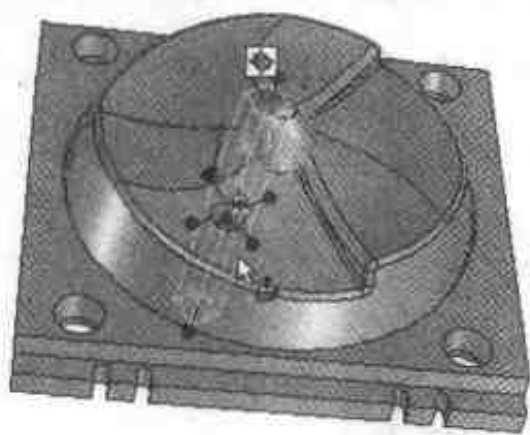

图 2.153 向叶轮曲面上拖放一个孔
- (1) 将一个孔类圆柱体拖放到叶轮曲面上，由于为空间曲面，所以此孔并不与模板底面垂直，如图 2.153 所示。